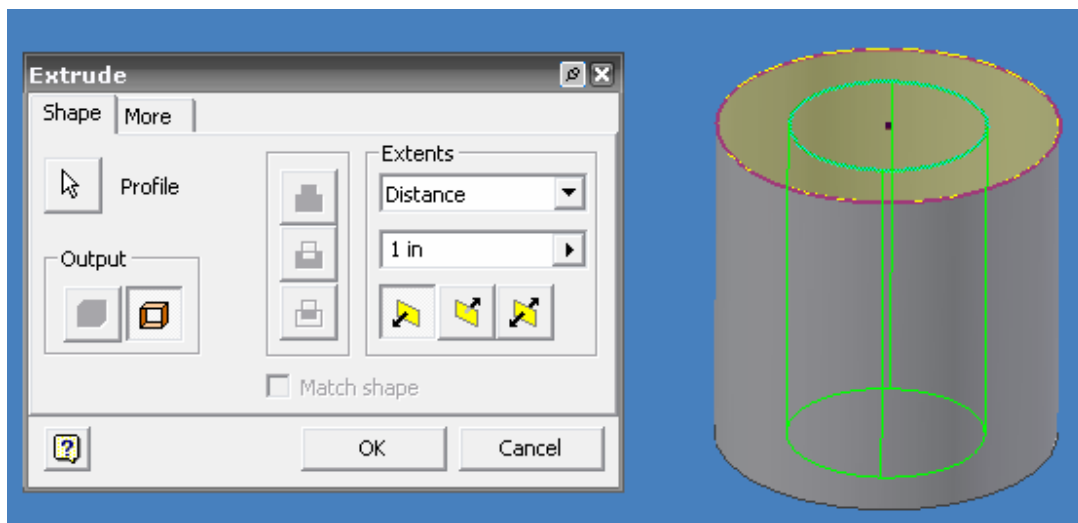

Figura 3.69 Vista previa de la extrusión de un boceto 2D en un BOUNDARY PATCH.
- El usuario puede seleccionar ese plano creado y generar bocetos en 2D, para después ser extruidos, como se muestra en la figura 3.69.